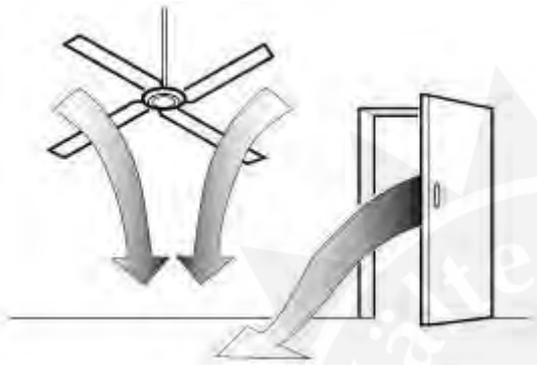

Fig. 2
- Kühlmöbel nicht der Zugluft von Ventilatoren oder offenen Türen (Fig. 2) aussetzen.
- Do not install the cabinet where it is exposed to drafts from ventilators or open doors (fig. 2).
- Ne pas exposer le meuble au courant d'air de ventilateurs ou de portes ouvertes (fig. 2).
- Non esporre il mobile alle correnti d'aria di ventilatori o di porte aperte (fig. 2).